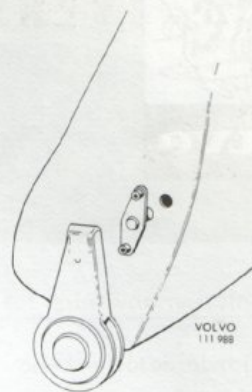

Bild 2.
7. Tryck fast styrbrickan med den utskjutande tappen i det nyss upptagna hålet, dock utan att göra ytterligare hål för skruvarna. Bild 2.